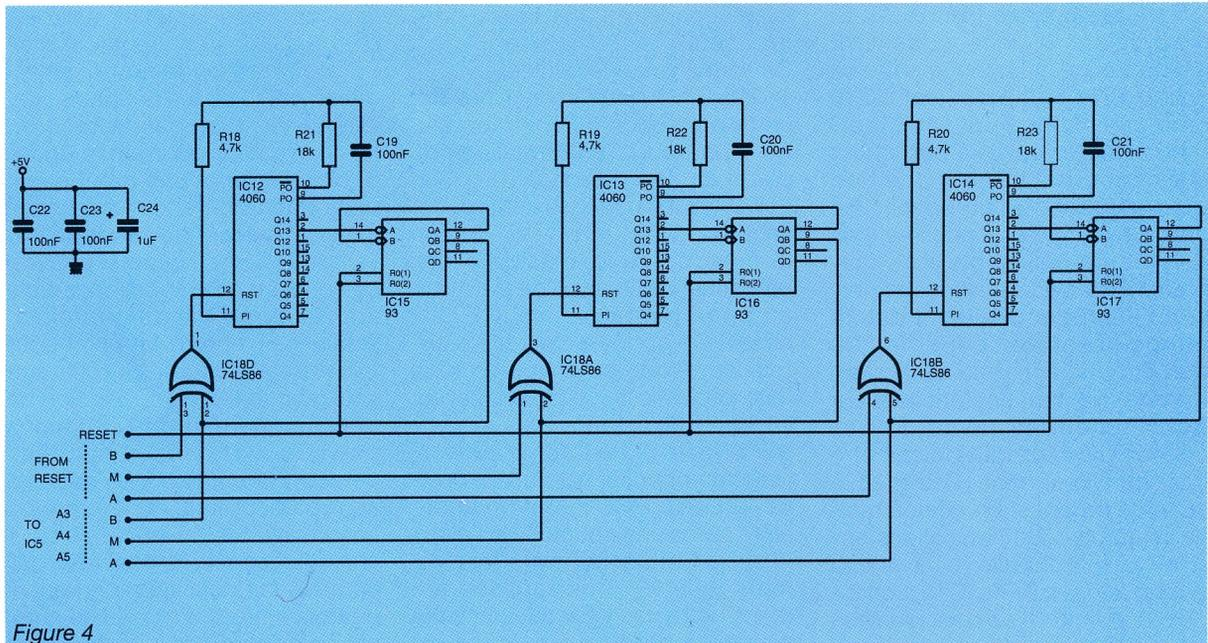

Figure 4
Afin de différencier entre AUT HPs en cours de cycle et SW2 fermé, LD1 indique qu'une commande manuelle est activée. Néanmoins, il est toujours permis de constater que les amplis sont, ou non, prêts grâce à LD2 à 4 . Tout ceci n'est que simple logique. Mais HILPAC dispose d'une analyse supplémentaire pour aller regarder si un ampli est en panne (PROTECT à 0) pendant disons 1 minute (modifiable à volonté). Pour cela, il faut passer à la **figure 4**. Le montage doit dire quelque chose à ceux qui suivent, car le principe est très proche du fonctionnement de l'horloge de cycle. Ce que nous voulions obtenir était qu'à partir des signaux des cartes PROTECT à 0, un compteur entre en action puis, au bout d'un temps considéré comme une panne grave, fournisse un signal qui coupe le secteur sur l'ampli concerné (comme on le ferait manuellement). Mais ce cycle irréversible (seule une RAZ peut déverrouiller) ne devait pas entrer en action pour une simple erreur momentanée : il faut laisser à PROTECT la charge de surveiller les HPs, et une coupure due à un accident fugitif (surchauffe, etc.) est ré-armable automatiquement par la logique de PROTECT. Ainsi, si une protection entre en action pendant dix secondes et qu'elle se libère, la logique de coupure 220 , même si elle a commencé à compter 10 secondes, doit être stoppée, le compteur remis à zéro et l'horlo-
**Figure 8** on trouve le circuit correspondant au schéma de la figure 4, et **figure 9** la logique principale, porteuse des LED d'états. Un effort a été fait pour rester en simple face sans pour autant gaspiller du «cuivre». C'est au prix de quelques straps il est vrai, mais «ça passe» parfaitement !